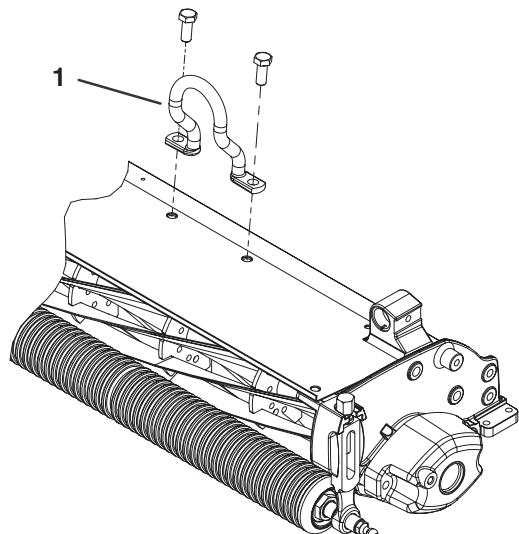

Bild 12
2. Montieren Sie die Versatzhebeöse (Bild 12) mit zwei M10–1,5 Kopfschrauben oben am Mähwerk. Ziehen Sie die Schrauben auf 34–40 Nm fest. Die Öse der Versatzhebeöse muss nach vorne zeigen.